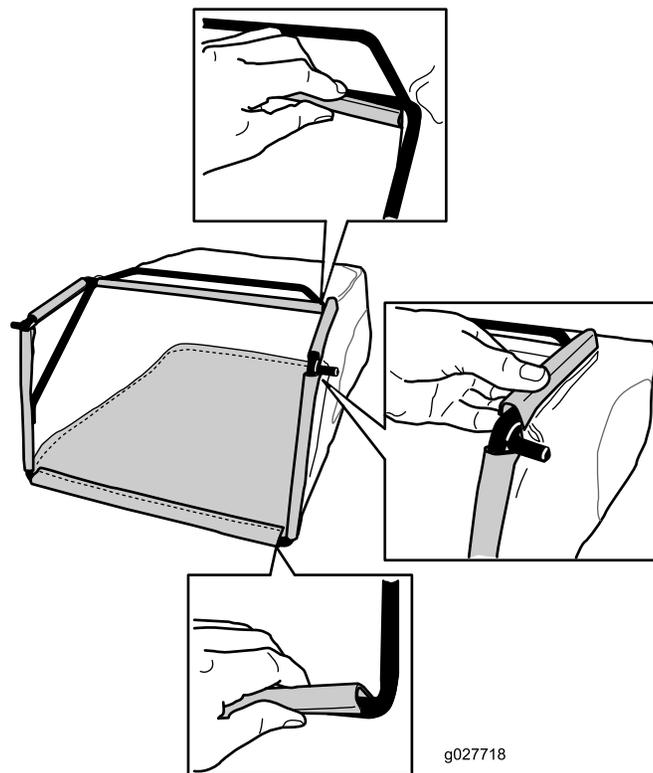

Figura 9
3. Enganche los canales superiores y laterales de la bolsa en la parte superior y en los laterales del bastidor, respectivamente (Figura 9).
2. Enganche el canal inferior de la bolsa en la parte inferior del bastidor (Figura 9).